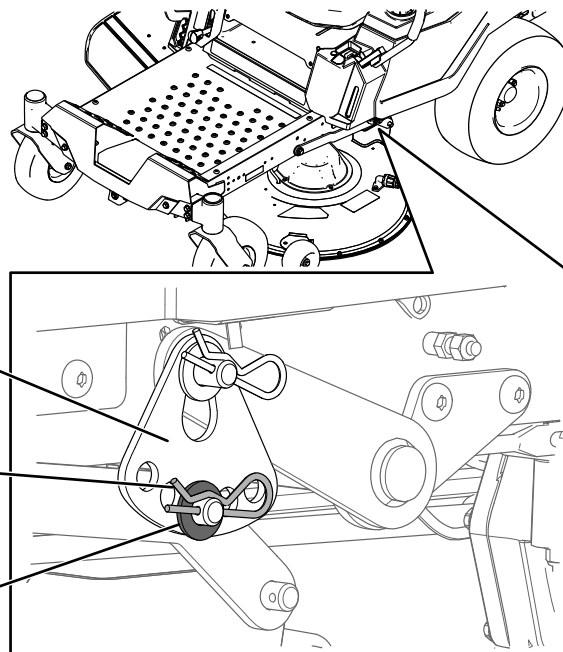

**Figuur 69**
4. Plaats 2 blokjes met een dikte van 6,6 cm onder elke kant van de voorste rand van het maaidek, maar niet onder de beugels van de antiscalpeerrollen (Figuur 68 of Figuur 69).
5. Plaats 2 blokjes met een dikte van 7,3 cm onder de achterste rand van de maaikast, één blokje aan elke kant van het maaidek (Figuur 68 of Figuur 69).